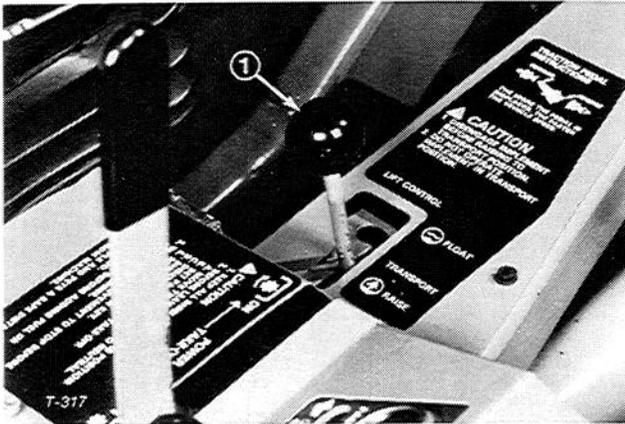
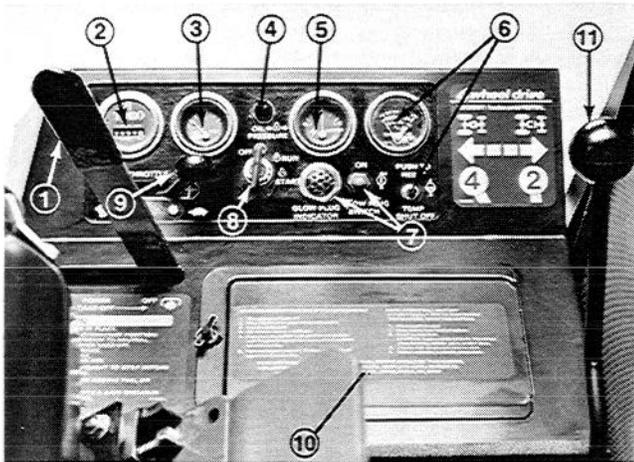

Bild 7
Bild 8
Hubhebel (Bild 7)
ZWA-Hebel (Bild 8)
Betriebsstundenzähler (Bild 8)
Kraftstoffanzeige (Bild 8)
Öldruck-Warnleuchte (Bild 8)
Amperemeter (Bild 8)
Temperaturschalter/Anzeige und Rückstelltaste (Bild 8)
Glühkerzenschalter und Anzeige (Bild 8)
Zündschloß (Bild 8)
Gashebel (Bild 8)
Allradantriebskontrolle (Bild 8)
Der gesamte Schaltkreis wird zusätzlich durch einen 40A Sicherungsautomat abgesichert. Die Rückstelltaste befindet sich auf der unteren Hälfte der Tafel, die durch Entfernen der Batterieabdeckung zugänglich wird (Bild 8, 10). Bei totalem Stromausfall muß diese Taste gedrückt werden. Zunächst muß jedoch der Stromkreis geprüft werden, um die Ursache der Fehlfunktion festzustellen.
1. Sicherstellen, daß die Feststellbremse aktiviert ist, daß sich der ZWA-Hebel in der AUS-Position befindet (Bild 8) und daß der Hubhebel entweder auf SCHWEBEN oder TRANSPORT steht (Bild 7). Den Fuß vom Fahrpedal nehmen und sicherstellen, daß es auf NEUTRAL steht.
2. Den Gashebel ganz in die SCHNELL-Position bringen (Bild 8).
4. Den Zündschlüssel auf START drehen (Bild 8). Sobald der Motor anspringt, den Schlüssel unverzüglich wieder lösen und auf LAUF zurückspringen lassen. Den Gashebel auf LANGSAM stellen.